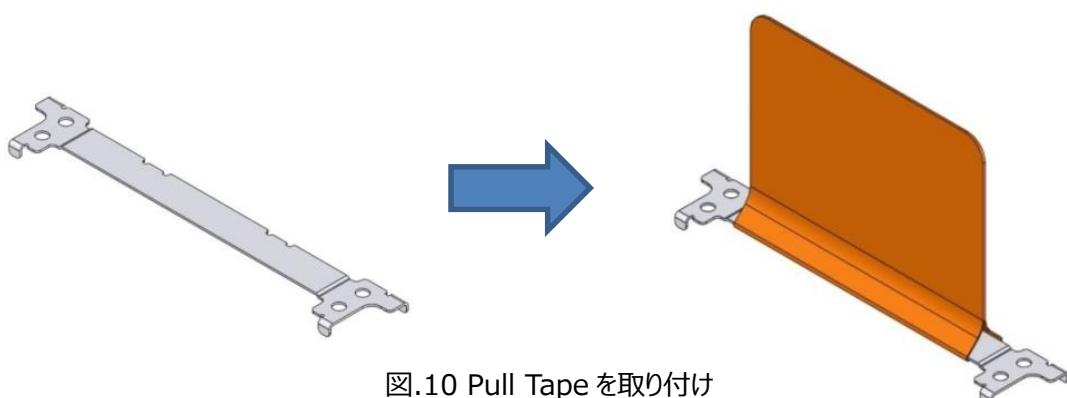

図.10 Pull Tape を取り付け
- ① 図.10 のように pull tape holder に pull tape を貼り付ける。